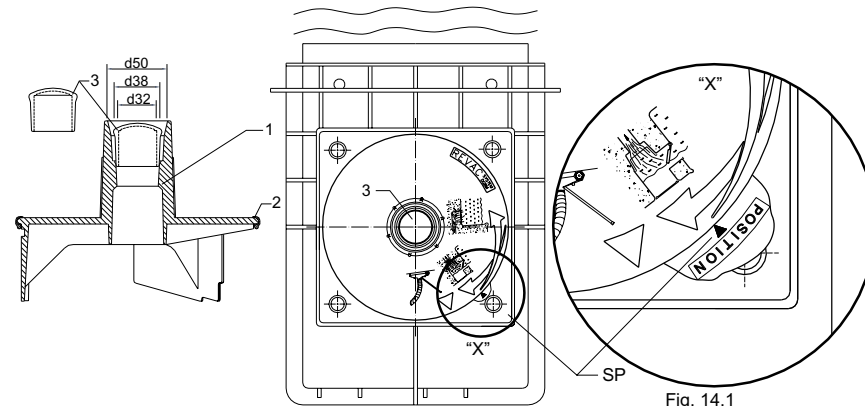

Fig. 14.1
### 2.7 Das REVAC-Reguliersystem (Art. 103003) für Skimmer VS 30 (Abb. 14.1 und 14.2)
2.7 The REVAC regulating system (Item 103003) for VS 30 skimmers (Figs 14.1 and 14.2)